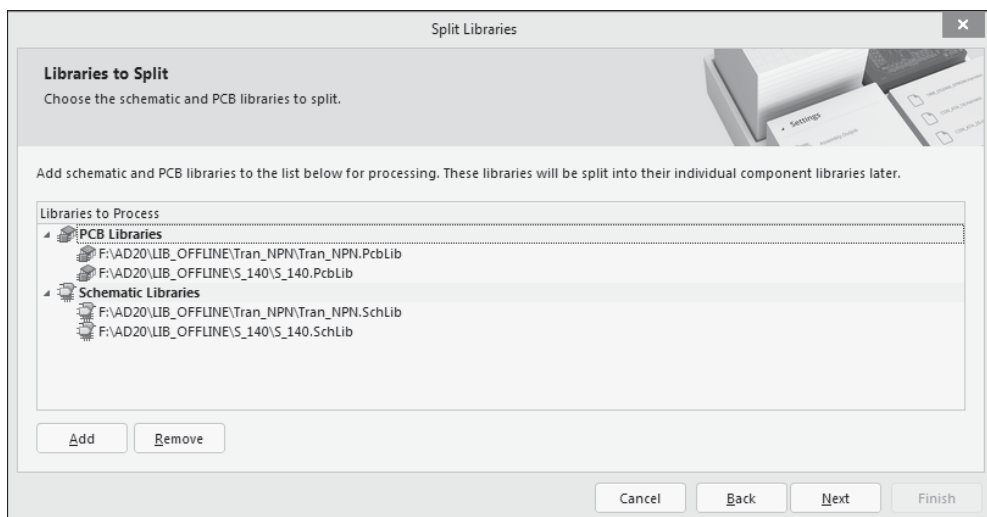

Рис. 13.7. Мастер расщепления интегрированных библиотек: объявление списка библиотек, подлежащих расщеплению
1. Выполнить из среды активного документа \*.SVNDBLib команду главного меню программы **Tools | Library Splitter Wizard** — откроется первая страница мастера **Library Splitter Wizard** (рис. 13.7).